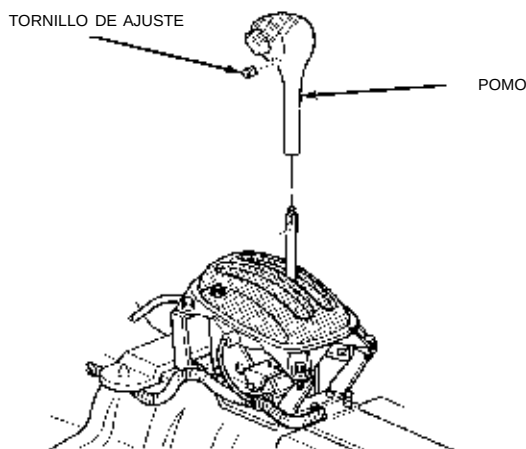

Fig. 207 Empuñadura del cambio de marchas
(1) Desconecte y aíse de la batería del vehículo, el cable negativo (-).
(2) Retire el conjunto de consola. Consulte el Grupo 23, Carrocería.
(3) Retire el tornillo de ajuste del pomo del cambio de marchas y el pomo. (Fig. 207).